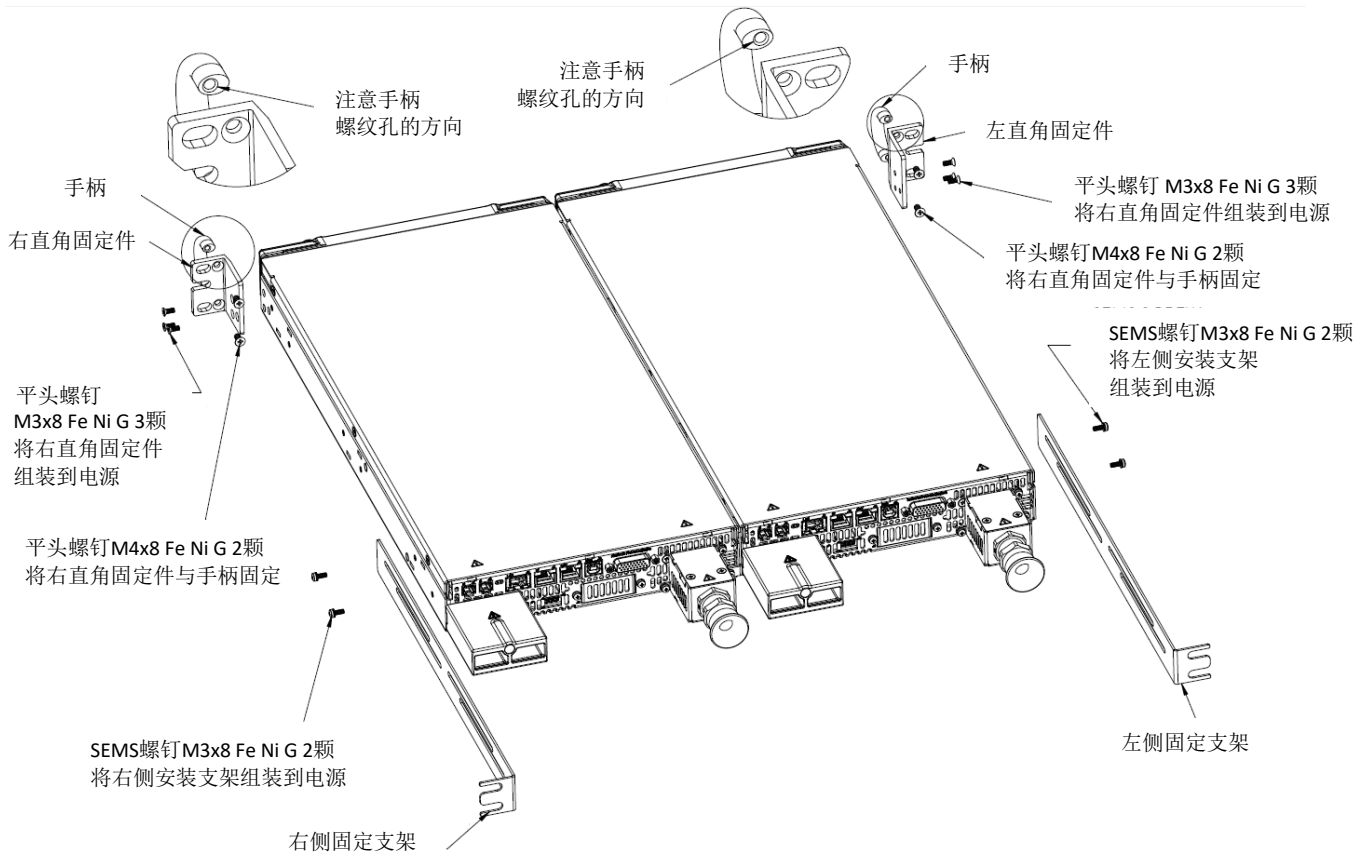

图 4-10: 组装完成
7. 将左右直角固定件和手柄组装到电源的前侧，将左右固定支架组装到电源的侧面，如图 4-10 所示。